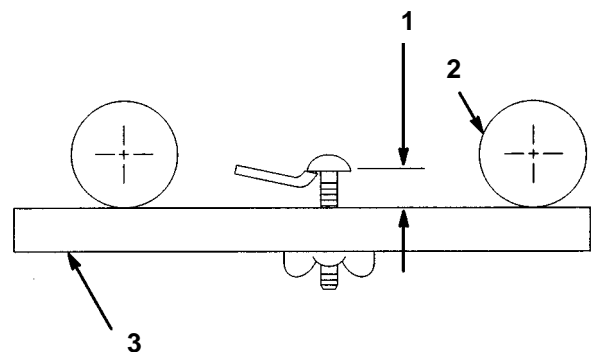

Bild 9
1. Mit Hilfe einer Meßlehre (Toro Bestellnr. 98-1852 oder gleichwertiger) (Bild 9) den Kopf der Schraube auf die gewünschte Schnitthöhe einstellen. Dieses Maß wird von der Stirnseite der Lehre bis zur Unterseite des Schraubenkopfes genommen.